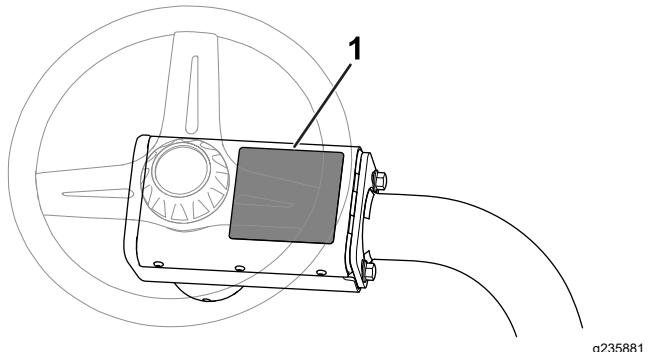

Bild 12
- **CE-Warnaufkleber:** Bringen Sie den CE-Warnaufkleber (Bestellnr. 139-8321) über den vorhandenen Warnaufkleber (Bestellnr. 139-8320) auf der Abdeckung des Lenkrads an, siehe Bild 12.